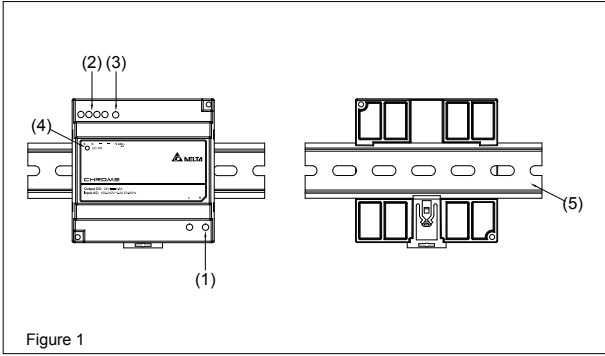
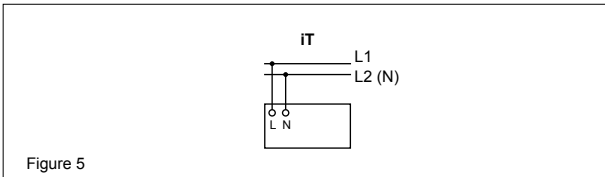

Figure 1
Figure 5
2. Gerätebeschreibung (Abb. 1)
5.1. Anschluss der Eingangsklemmen (Abb. 1, Abb. 5)
Verwenden Sie die Eingangsklemmen L und N (Schutzleiter), um den 100-240Vac-Anschluss herzustellen. Abb. 5 zeigt den Anschluss an die unterschiedlichen Netztypen.
5.2. Anschluss der Ausgangsklemmen (Abb. 1 (2))
Verwenden Sie die Schraubklemmen „+“ und „-“, um den 24Vdc-Anschluss herzustellen. Am Ausgang stehen 24Vdc zur Verfügung. Die Ausgangsspannung kann am Potentiometer zwischen 20 und 24,48Vdc eingestellt werden. Die grüne LED “DC OK” zeigt die korrekte Funktion des Ausgangs an (Abb. 1 (4)). Das Gerät verfügt über einen Kurzschluss-, Überlast- und Überspannungsschutz, der auf 34.8Vdc begrenzt ist.